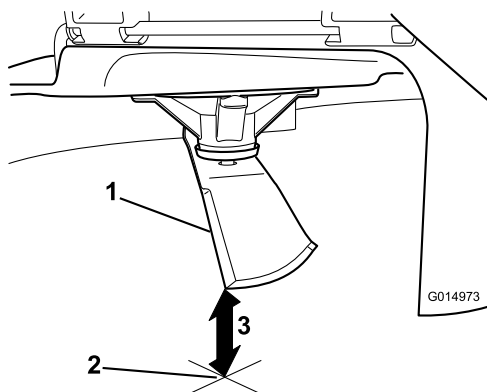

Figura 53
3. Mida desde la punta de la cuchilla hasta la superficie plana (Figura 53).